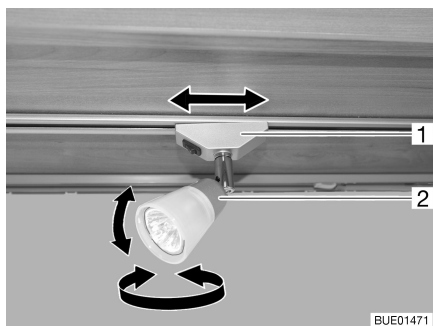

Fig. 26 Spot
- Saisir le boîtier (Fig. 26,2) et le tourner.
- Attraper le support (Fig. 26,1) le faire pivoter d'environ 45°.
- Attraper le support (Fig. 26,1) et le faire pivoter d'environ 90°.